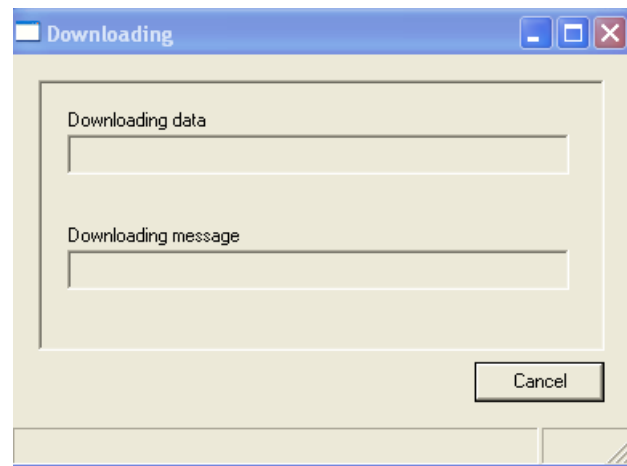

Abbildung 8.19: Fenster für Download-Konfiguration
- Bei Klicken auf No startet die Software das Herunterladen des Zeitplans vom Plena Weekly Timer auf den PC, woraufhin das Fenster Downloading erscheint (siehe Abbildung 8.19). Nach erfolgreichem Herunterladen wird dieses Fenster geschlossen.